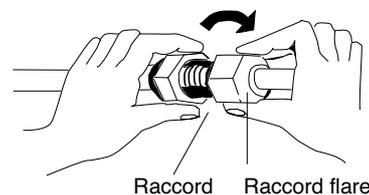

Fig. 7-5
- (3) Pour un raccordement correct, alignez les 2 tubes, puis vissez légèrement l'écrou sur le raccord flare. (Fig. 7-5)